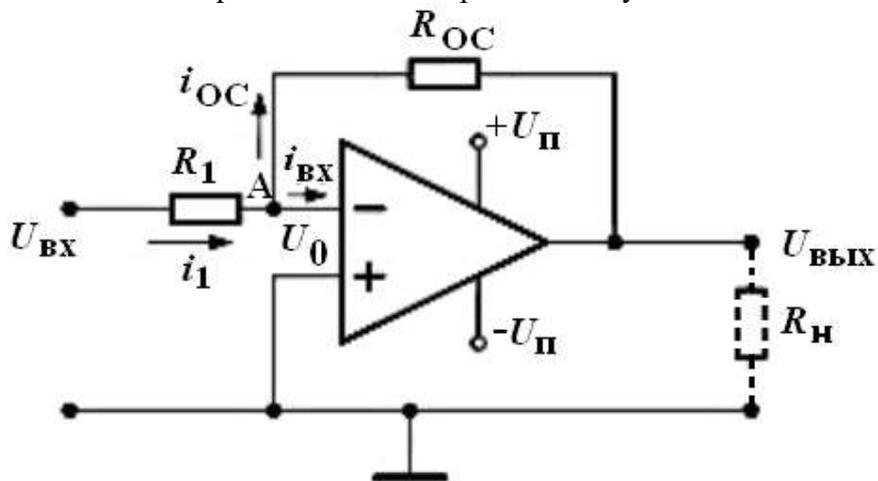

Рис. 5
5. В схеме инвертирующего усилителя на рис. 5  $R_1 = 560 \text{ Ом}$ ,  $R_{OC} = 43 \text{ кОм}$ , на выходе добавлено сопротивление нагрузки  $R_H = 1 \text{ кОм}$ , величина входного напряжения 0,1 В. Найти выходной ток микросхемы ОУ. Операционный усилитель считать идеальным.